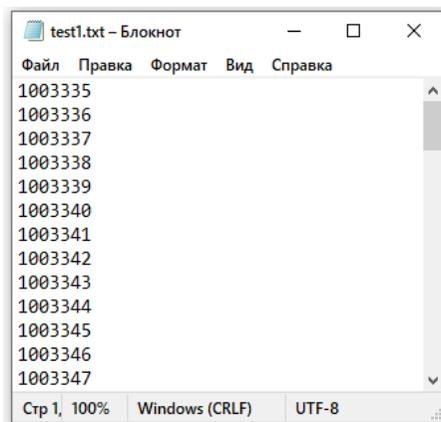

Рисунок 7.6 – Экран установки соединения
1. Подготовить текстовый файл со списком серийных номеров всех подключенных к БУР исп. А радиоканальных устройств (см. рис. 7.6)